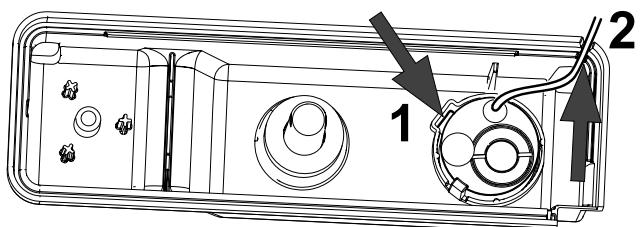

Fig. 9
2. Coloque el tanque de agua en el fregadero y retire la tapa, en sentido contrario a las agujas del reloj para abrirla. **Consulte la Fig. 9.**